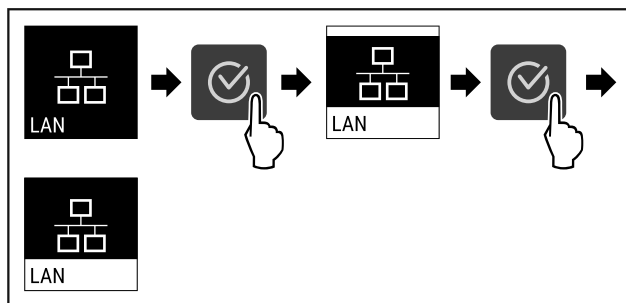

Fig. 82
- Suorita toimenpidevaiheet (katso Fig. 82).